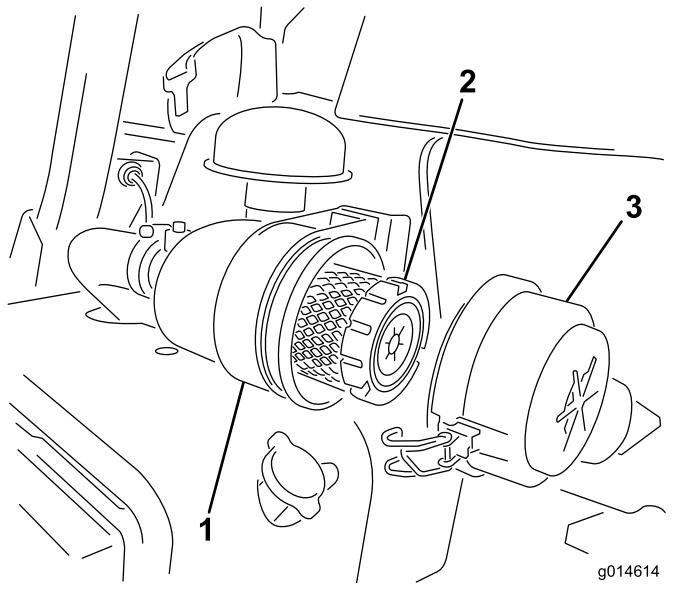

Рисунок 29
- Отпустите защелки, фиксирующие крышку воздухоочистителя на его корпусе (Рисунок 29).
7. Зафиксируйте защелки (Рисунок 29).